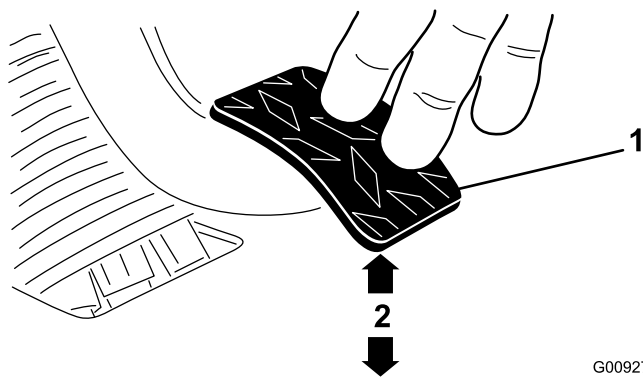

Bild 70
3. Stellen Sie die Klemmmutter oder das Kugelgelenk ein, bis sich die untere hintere Kante des Kupplungspedals $9,5 \text{ cm} \pm 3 \text{ cm}$ von der Oberseite des Bodenplattensternmusters befindet, wenn Sie eine Kraft von 1,8 kg auf das Pedal aufbringen (Bild 70).